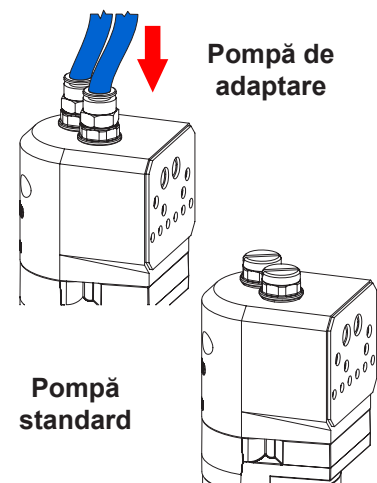

Figura 17 Reinstalarea tubulaturii aer de purjare
4. Vezi figura 17. Montați ansamblele tubului de fluidizare în corpul pompei. Strângeți dopurile de intrare și apoi reconectați tubulatura aerului de purjare.